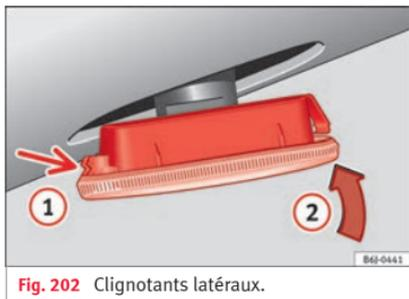

Fig. 202 Clignotants latéraux.
- Placez d'abord le clignotant dans l'orifice de la carrosserie, en emboîtant les agrafes ① » fig. 202, puis emboîtez l'ampoule comme indiqué par la flèche ② » fig. 202.